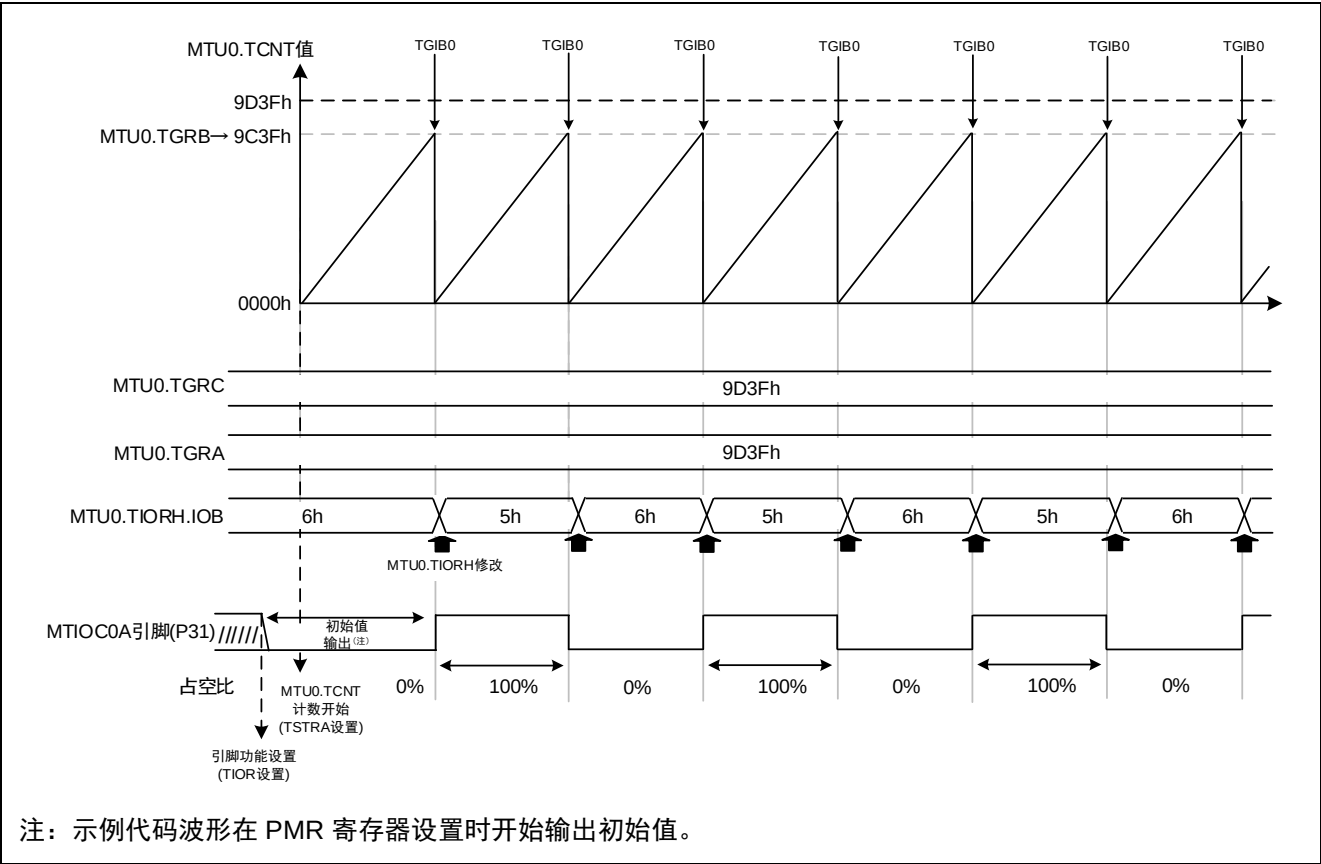

图 3.85 示例代码运行
- 关于占空比改变的时间的详细信息, 请参考图 3.85
示例代码的运行如图 3.85 所示。为了确保输出波形不因占空比寄存器 TGRA 的比较匹配而改变，TGRA 和 TGRC 被设置为大于周期寄存器 TGRB 的值。
下面显示了占空比为 0%和 100%的 PWM 波形输出示例，如图 3.85 所示，不使用缓冲器。因为缓冲寄存器和占空比寄存器不用于切换占空比，所以程序和使用寄存器的相同。